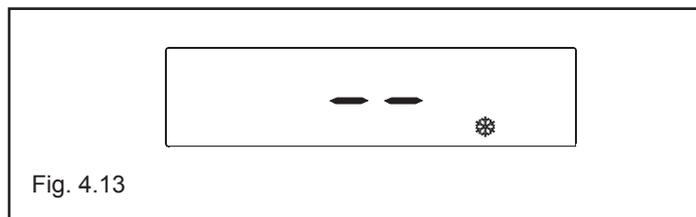

Fig. 4.13
- **Antigelo (fig. 4.13):** quando la temperatura dell'acqua di caldaia scende al di sotto dei valori di sicurezza si attivano il circolatore e il bruciatore alla minima potenza per riportare la temperatura dell'acqua a valori di sicurezza (35 °C).